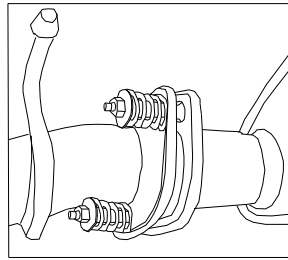

Figura 3.
3. Retire el (1) silenciador del vehículo.
En modelos V8: retire y guarde (2) pernos de montaje y resorte de la brida (tuerca y resorte unidos). Retire con cuidado el silenciador del lado del conductor. Ver Figura 3.